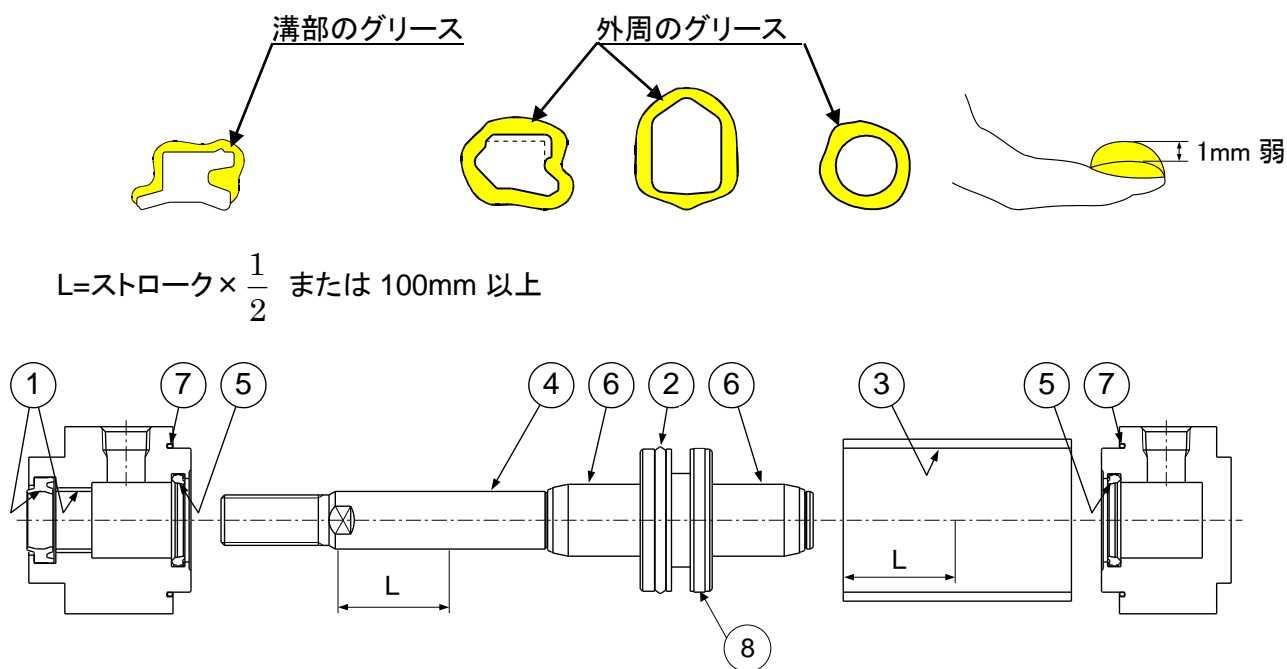

図6. グリース塗布位置
シリンダの各部品には図6の各部分にグリースを塗布しますが、100ストロークのシリンダ1本につき表7の量が必要です。目安としては人差指ですくった程度が約3(g)です。
1) ロッドパッキン、クッションパッキン(図 6, ①⑤)
2) ピストンパッキン、ウェアリング (図 6, ②⑧)
3) チューブガスケット (図 6, ⑦)